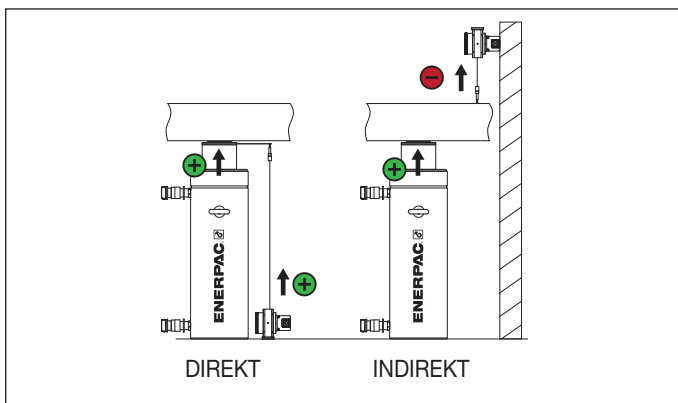

Abbildung 19, Direkte und indirekte Anordnung
1. „Position sensor scale (Skala des Positionssensors)“: Je nachdem, wo der Hubsensor positioniert ist, muss der Benutzer eine dieser beiden Optionen wählen. Wenn die Kolbenbewegung des Zylinders und der Draht des Hubsensors ausfahren (positive Bewegung), wird die Bewegung als „Direct (direkt)“ bezeichnet. Wenn der Zylinder ausfährt, aber der Hubsensordraht eingefahren wird (negative Bewegung), wird die Bewegung als „Indirect (indirekt)“ bezeichnet. Für nähere Informationen siehe Abbildung 19.